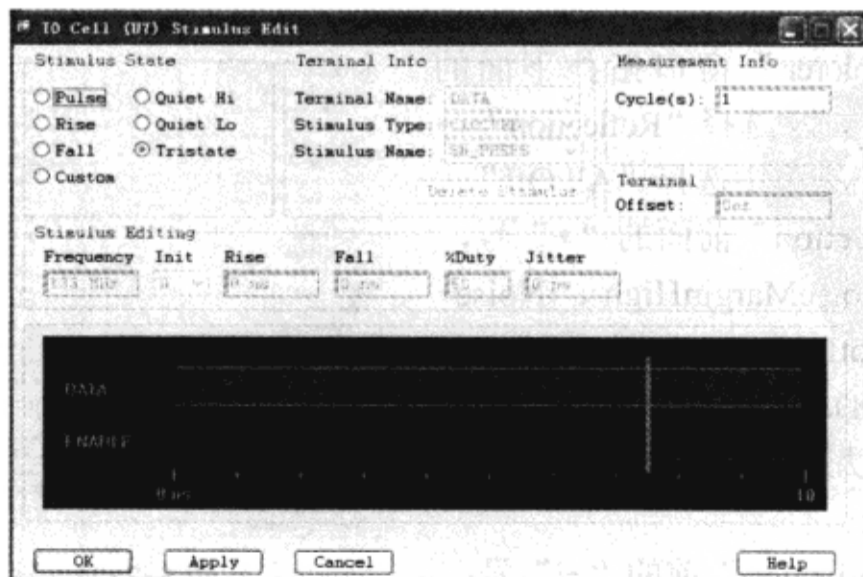

图 5-3-26 “IO Cell (U7) Stimulus Edit”对话框
(22) 单击“OK”按钮，关闭“Analysis Preferences”对话框。
(23) 单击 IOCell U7 的激励“Tristate”，弹出“IO Cell (U7) Stimulus Edit”对话框，如图 5-3-26 所示。